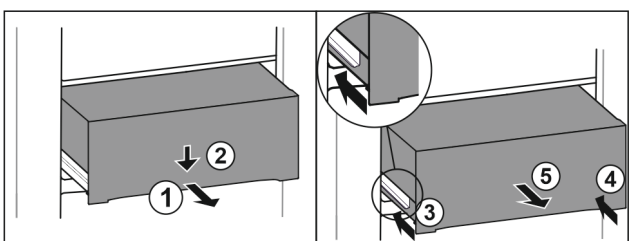

Fig. 131
- ▶ Витягніть ящик на половину. Fig. 131 (1)
- ▶ Спрямуйте висувний ящик вниз спереду. Fig. 131 (2)
- ▶ Вставте ліву рейку приблизно на 2 см. Fig. 131 (3)
- ▶ Вставте праву рейку приблизно на 2 см. Fig. 131 (4)
- ▶ Вийняти висувний ящик рухом вперед. Fig. 131 (5)